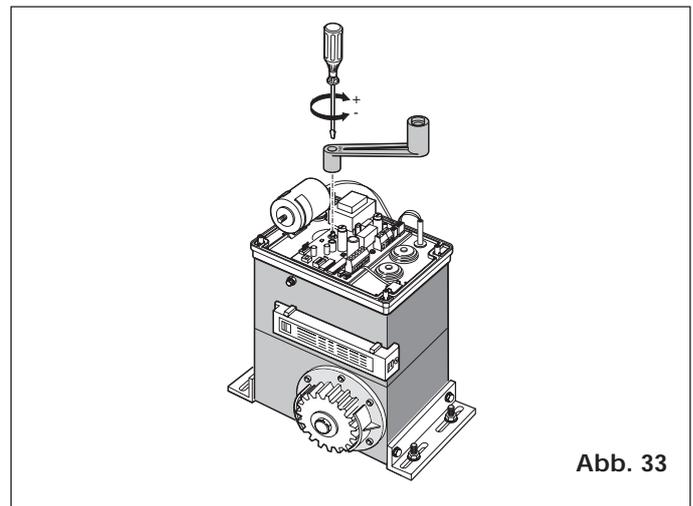

Abb. 33
- 1) Antriebswelle mit beigestelltem Hebel kontern und Einstellschraube der Kupplung gemäß Abb. 33 einregeln. Einstellschraube zur Erhöhung des Drehmoments im Uhrzeigersinn drehen.